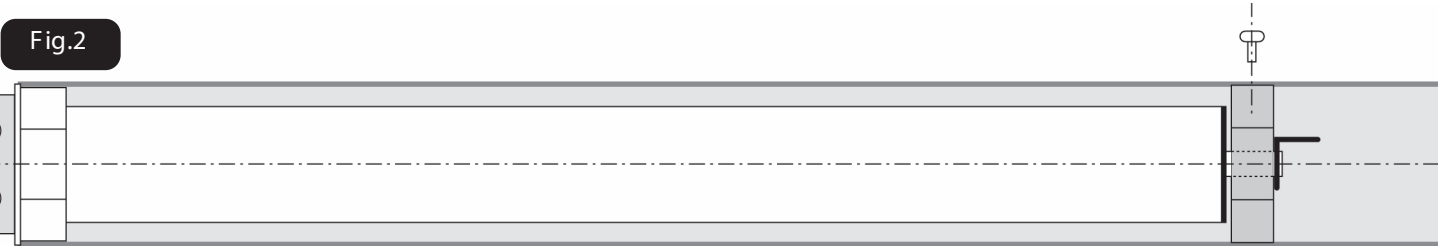

Fig.2
- Inserire completamente il motore nel tubo avvolgitore (fig.2).
- Fissare il tubo avvolgitore con la puleggia di trascinamento con viti 4 x10 (fig.2)
- Insert completely the motor in the roll-tube (fig.2).
- Fix the roll-tube to the driving wheel with m 4 x10 screw (fig.2).
- Fixer le tube enrouleur avec la poulie de traxion avec vis 4 x 10 (fig. 2)